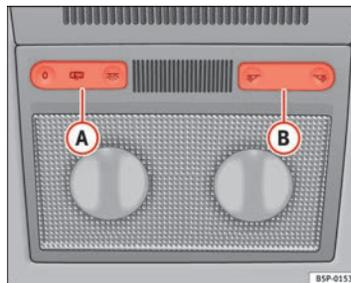

Fig. 78 Revestimento interior do tejadilho: iluminação dianteira do habitáculo
Com o comando (A) ⇒ Fig. 78 pode seleccionar as seguintes posições:
Pressionar o comutador para a posição O ⇒ Fig. 78. ▶